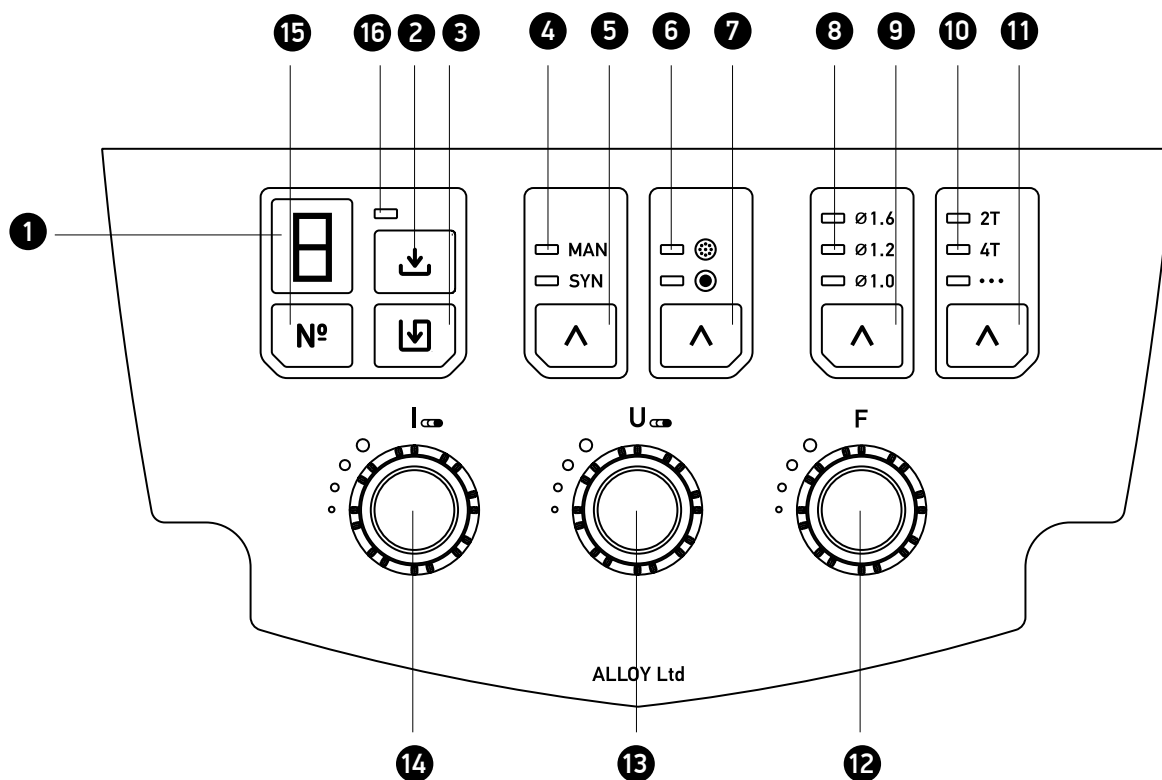

Рис. 4.4
6.2.2. Кнопкой поз.9 (рис. 4.4) выбрать диаметр сварочной проволоки. Нажатием кнопки загорается соответствующий индикатор поз.8 (рис. 4.4).
6.2.3. Кнопкой поз.11 (рис.4.4) выбрать режим работы горелки (2Т, 4Т, точка). Нажатием кнопки загорается соответствующий индикатор поз.10 (рис. 4.4).